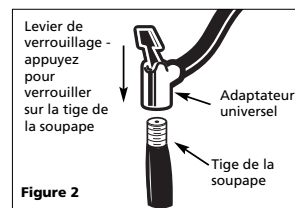

Figure 2
d.) Appuyer sur le levier de verrouillage vers le bas pour le verrouiller sur la tige (voir la figure 2).
1. Pour utiliser les accessoires de gonflage, insérer l'accessoire dans l'adaptateur universel et pousser le levier de verrouillage pour verrouiller en place (voir la figure 2). L'accessoire de gonflage s'ajustera serré.